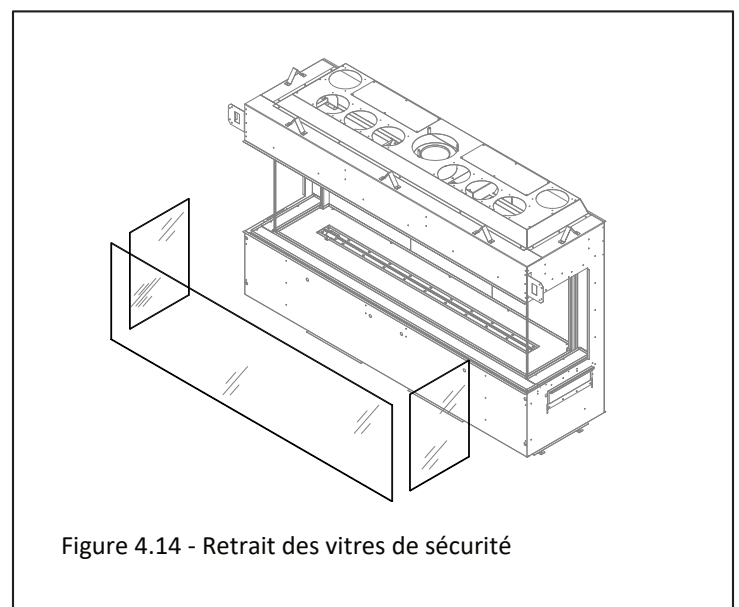

Figure 4.14 - Retrait des vitres de sécurité
2. Retirez la vitre de sécurité (extérieure), le plateau à braises périphérique, la vitre du foyer (intérieure) et les braises de verre. Il peut être utile de retirer les fixations inférieures de la vitre du foyer, pour faciliter l'accès. Figures 4.14, 4.15 et 4.16.